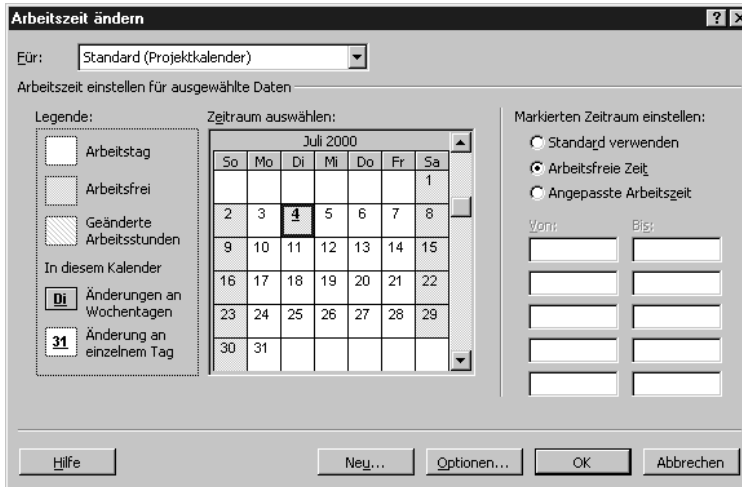

Abbildung 5.3:
Sie können die Arbeitstage (und Stunden) für jeden Kalender mit dem Befehl ARBEITSZEIT ÄNDERN anpassen. Die Originalkalender haben keine Feiertage, so dass Sie diese selbst angeben müssen. In Abbildung 5.3 wurde der 4. Juli 2000 markiert und als arbeitsfreier Tag definiert.
1. Gehen Sie im Menü auf EXTRAS, ARBEITSZEIT ÄNDERN. Das Dialogfeld ARBEITSZEIT ÄNDERN erscheint (siehe Abbildung 5.3).